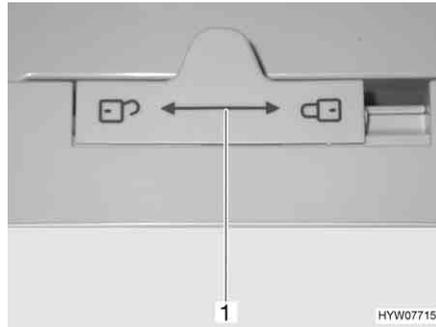

Bild 154 Verriegelung der Kühlschranktür (Dometic 7er-Reihe)
- Verriegelung (Bild 154,1) nach links "☞" schieben.
- Verriegelung (Bild 154,1) ganz nach rechts "☛" schieben.